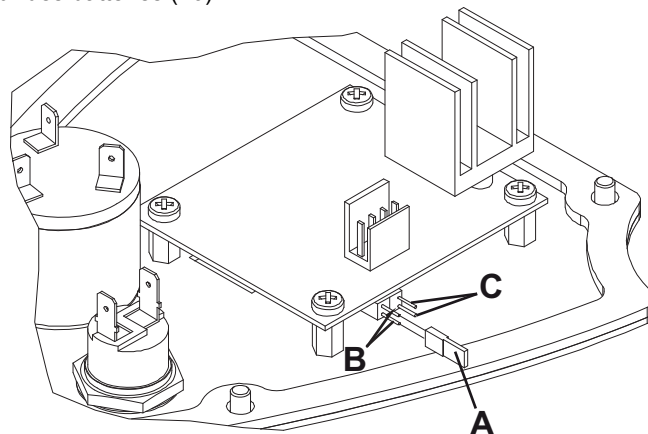

Figure 1
- Débrancher le connecteur (45) des batteries ;
- Déposer les vis (83) et le tableau de bord droit (84) avec soin ;
- Enlever la barrette (A, Fig. 1) des connecteurs "WET" (B) pour batteries sèches et le positionner sur les connecteurs "GEL" (C) pour batteries au gel ;
- Monter avec soin le tableau de bord (84) et le fixer à l'aide des vis ;
- Rebrancher le connecteur des batteries (46).